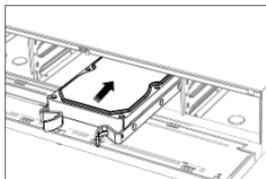

Figure 2-9 Inserir HDD
Step 3 Insira o HDD até este estar bem fixo. Ver Figure 2-9